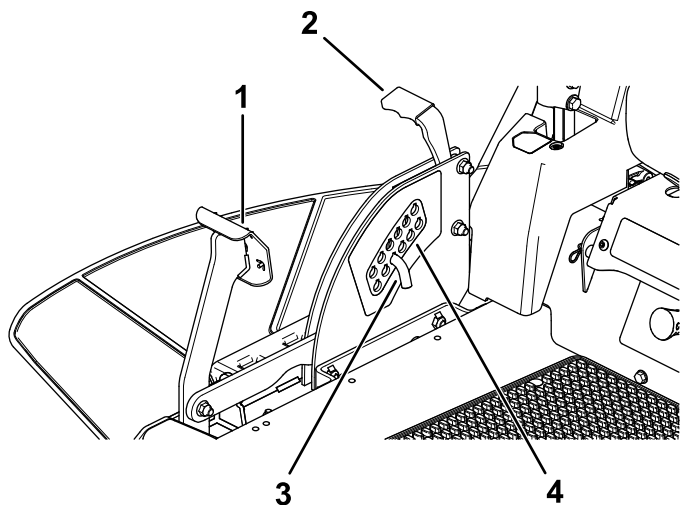

Figure 29
3. Insérez la goupille dans le trou du système de hauteur de coupe correspondant à la hauteur de coupe voulue (Figure 29).
1. Appuyez sur la pédale de levage du tablier avec le pied et élevez le tablier en position de verrouillage de transport (qui est aussi la position de hauteur de coupe de 114 mm [4½ po]), comme montré à la Figure 29.
2. Pour changer la hauteur de coupe, retirez la goupille du support de hauteur de coupe (Figure 29).